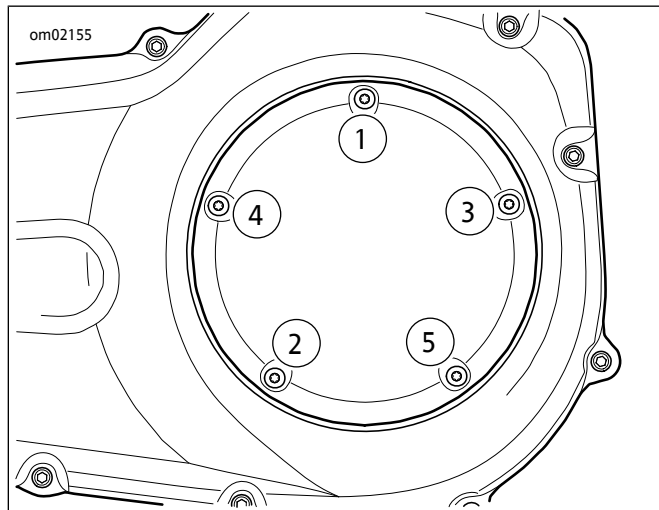

图2。离合器盖拧紧顺序
3. 参见图2。以星形模式拧紧螺丝( 3 )。
4. 参见图2。以星形模式拧紧螺丝( 4 )。